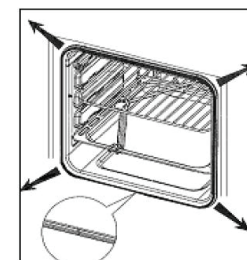

Рис. 12
2. Снимите старый уплотнитель, как показано на Рис. 12.
ПРИМЕЧАНИЕ: Устанавливая уплотнитель на место, проследите, чтобы соединение уплотнителя было в центре нижней части (Рис. 12).